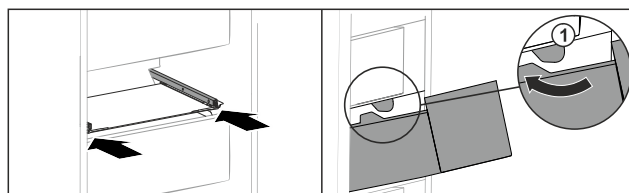

Fig. 221
- ▶ Vedte zásuvku podél zářezek Fig. 221 (1).